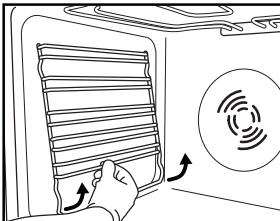

Fig. 3
1. Verwijder de zijroosters (Fig. 3).